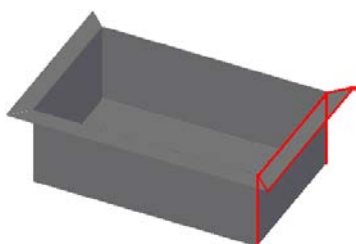
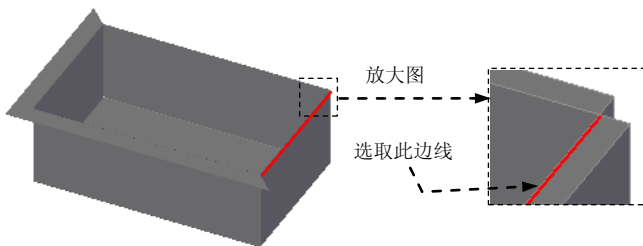

图 8.12.14 弯边特征 3
图 8.12.15 定义附着边
(5) 定义折弯半径及止裂槽参数。采用系统默认设置。
(6) 单击按钮, 完成特征的创建。
Step11. 创建图 8.12.14 所示的弯边特征 3。
(1) 选择命令。在“主页”功能选项卡“钣金”工具栏下拉列表中单击“弯边”按钮。
(2) 定义附着边。选取图 8.12.15 所示的模型边线为附着边。
(3) 定义弯边类型。在命令条中单击“完全宽度”按钮 ；在“距离”文本框中输入值 75，在“角度”文本框中输入值 90，单击“内部尺寸标注”按钮  和“材料内侧”按钮 ，调整弯边侧方向向外，如图 8.12.14 所示。